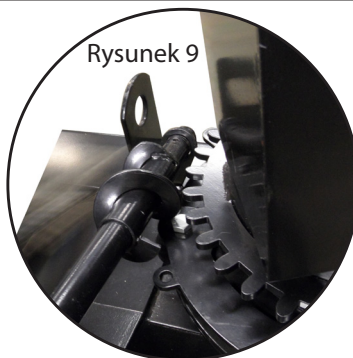
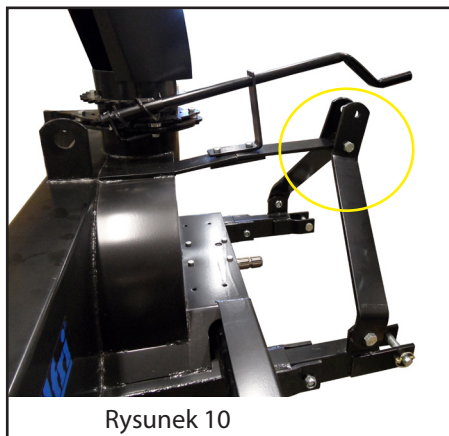

Rysunek 7
Rysunek 8
4. Zdemontować śrubę korbki, a następnie zamontować korbkę (rys. 7) przez otwór w mocowaniu kątowym. Z powrotem zamontować śrubę (rys. 8) i sprawdzić, czy zahaczyła o kołnierzyk kolumny. Sprawdzić działanie, obracając kolumnę w prawo i w lewo (rys. 9) oraz sprawdzić, czy obraca się w kierunku wybranym za pomocą korbki.